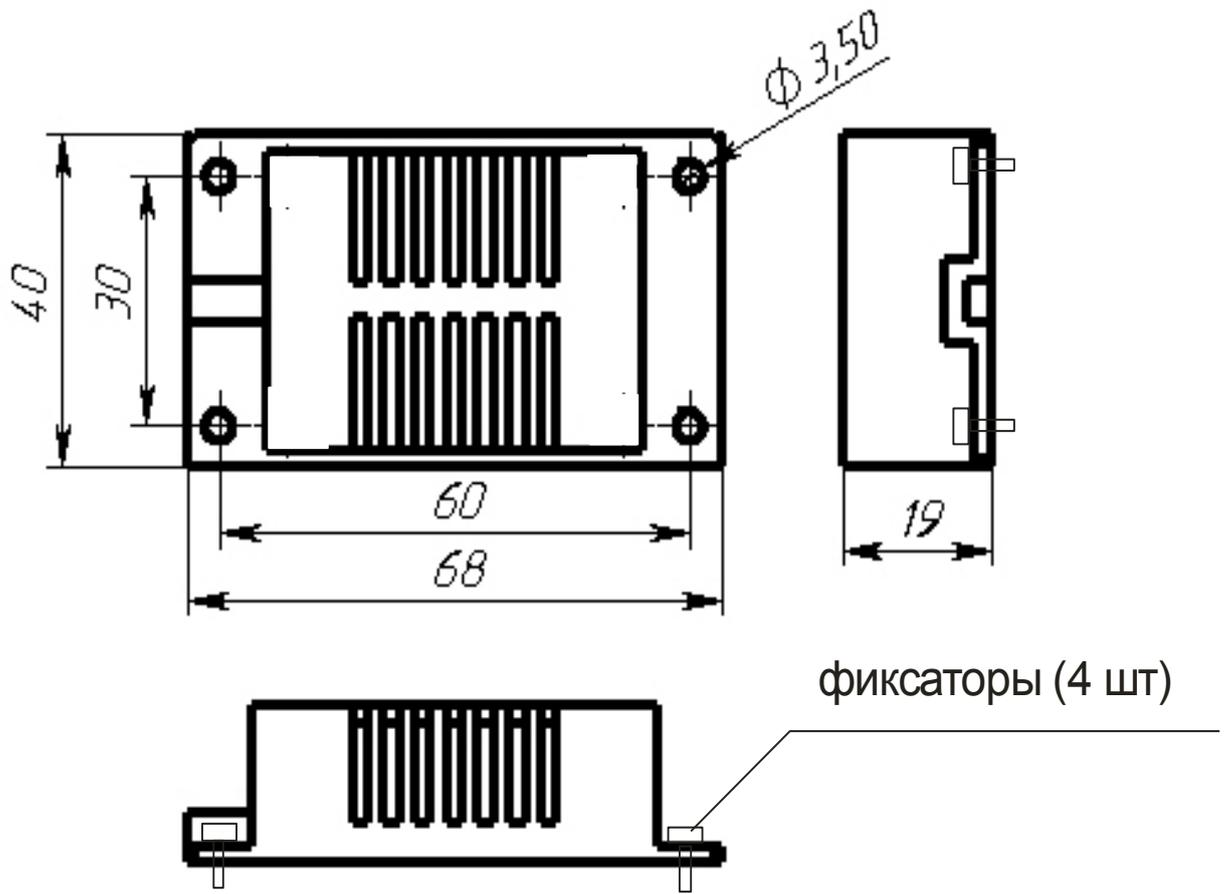

Рисунок 1 – внешний ключ управления
2.1 Ключ (рис.1) предназначен для управления катушкой электромагнитного пускателя в составе следующих приборов: реле РТЗЭ-В, РТЗЭ-СВ, РКЗМ, монитор двигателя серии МД, электронный контроллер тока серии ЭКТ(М), устройство мониторинга и защиты серии УМЗ, контроллер станка-качалки КСКН-4, разработки ООО «СибСпецПроект».
Для замены вышедшего из строя ключа удалите четыре пластмассовых фиксатора (рис.1) и замените ключ исправным, закрепив его новыми фиксаторами.